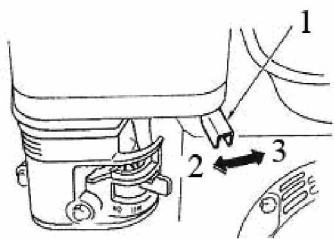

Рис. 10.
3. Установить рычаг управления дроссельной заслонкой (1) вправо (в положение «Заяц»/  (3)). См. Рис. 10.
1. Установить рычаг управления дроссельной заслонкой влево (в положение «Черепаша»/  (2)). См. Рис. 10.